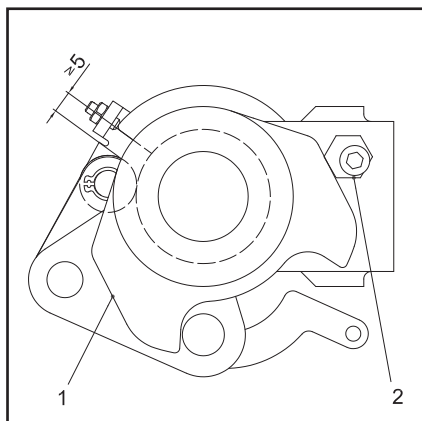

Рис. 9.7
**11.** В конечном положении „ОТКЛ“ шайбного привода шайба с отверстиями (рис. 9.7/2) должна лежать на эксцентричном упоре (рис. 9.7/2).